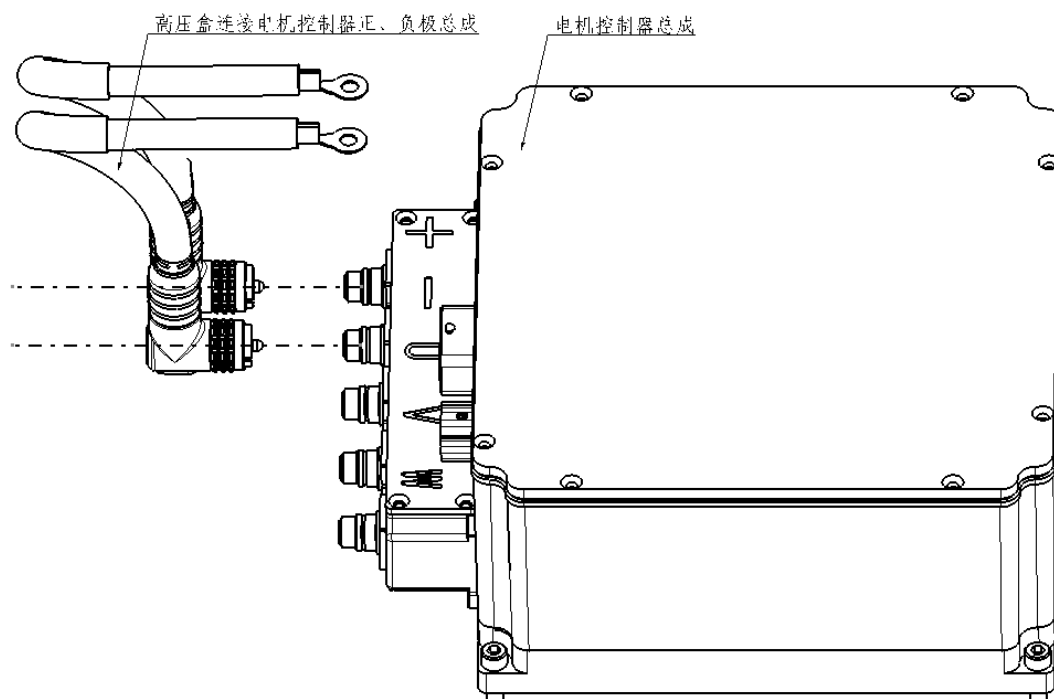

图9-8 维修步骤7
7、拔下连接电机控制器的两个安费诺高压连接器，拆下高压盒连接电机控制正、负极电缆总成（如图9-8所示）。